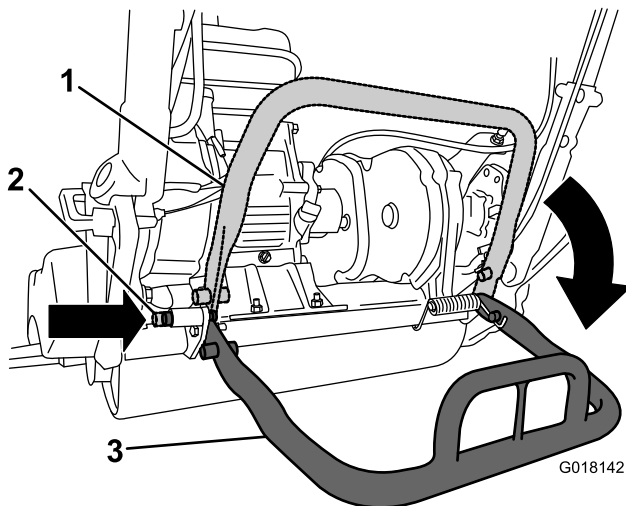

Figura 3
2. Abbassate il cavalletto e premete il perno di bloccaggio per fissarlo in posizione di servizio (Figura 3).